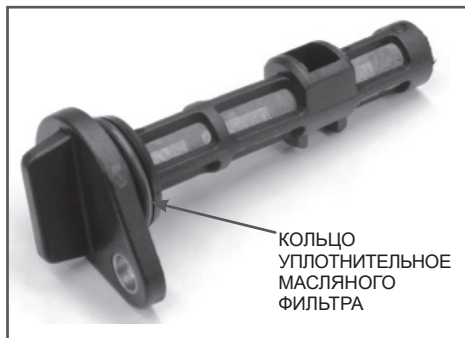

Рис. 21 Масляный фильтр
9. Внимательно осмотрите масляный фильтр (Рис. 21). Обязательно проверьте фильтрующую сетку фильтра на наличие механических повреждений (сетка порвана, имеются отверстия). При наличии повреждений и невозможности очистить сильные загрязнения фильтр необходимо заменить.
При каждой очистке масляного фильтра обязательно меняйте уплотнительное кольцо масляного фильтра (Рис.21). При установке кольца на корпус фильтра не допускайте его повреждений. После установки уплотнительного кольца на корпус масляного фильтра контролируйте правильность установки кольца, оно не должно быть перекручено.